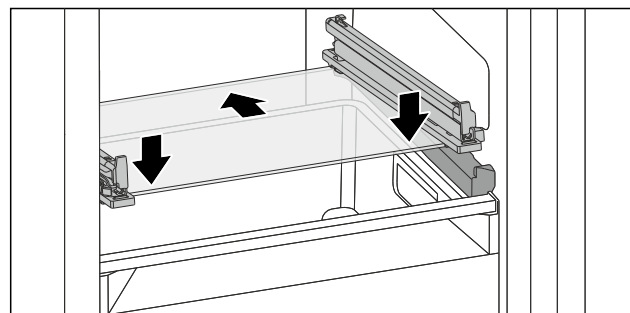

Fig. 108 A lebillenthető fiók üveglapja
- ▶ Helyezze a fiókot ferdén az ütközők mögé. (lásd Fig. 108)